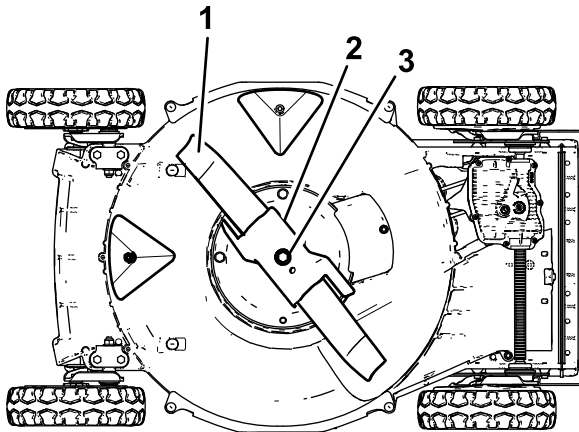

Bild 23
3. Legen Sie die Maschine auf die Seite wie in Bild 23 dargestellt.